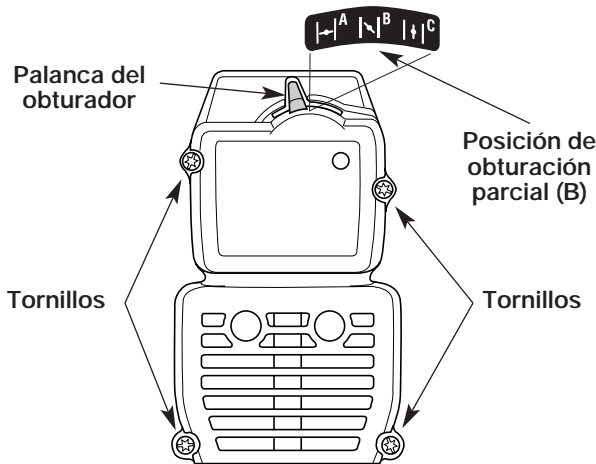

Fig. 21
1. Coloque la palanca del obturador en posición de obturación **PARCIAL (B)**.
NOTA: La palanca del obturador debe estar en posición de obturación **PARCIAL (B)** (Fig. 21) para sacar la cubierta del silenciador / filtro de aire.
2. Saque los cuatro (4) tornillos que sostienen la cubierta del silenciador / filtro de aire (Fig. 21). Use un destornillador de vástago plano o de broca Torx N° T20.
2. Inserte los cuatro (4) tornillos en los orificios de la cubierta del silenciador / filtro de aire (Fig. 21) y ajústelos. **No los ajuste demasiado.**